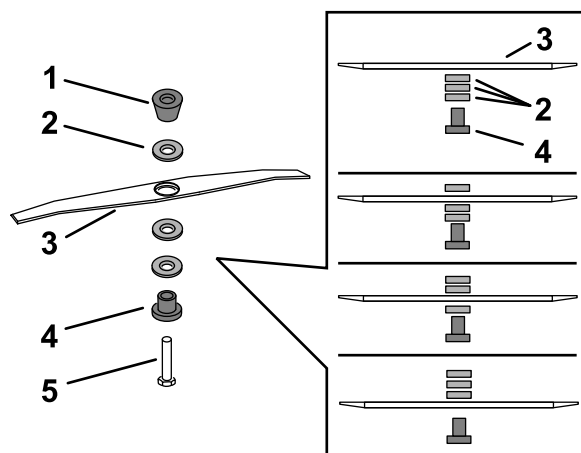

Figura 42
5. Utilizzate la chiave fornita con la macchina per rimuovere la lama ruotando il bullone della lama in senso antiorario (Figura 42).